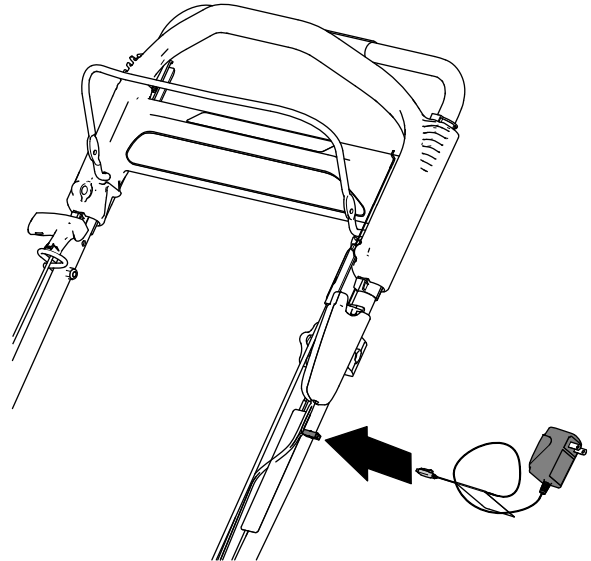

Bild 29
1. Schließen Sie das Ladegerät an den Kabelbaum an, der sich unter der Elektrostarttaste befindet (Bild 29).